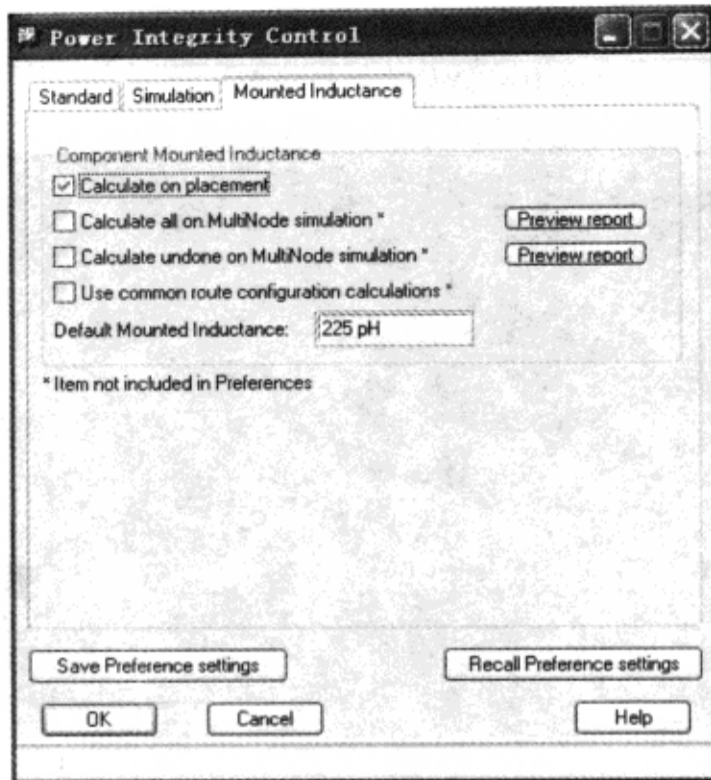

图 9-7-37 贴装电感值的计算
(3) 选中“Calculate on placement”→单击“OK”按钮，此时电源完整性工具会计算摆放电容器时所产生的贴装电感，如图 9-7-37 所示。